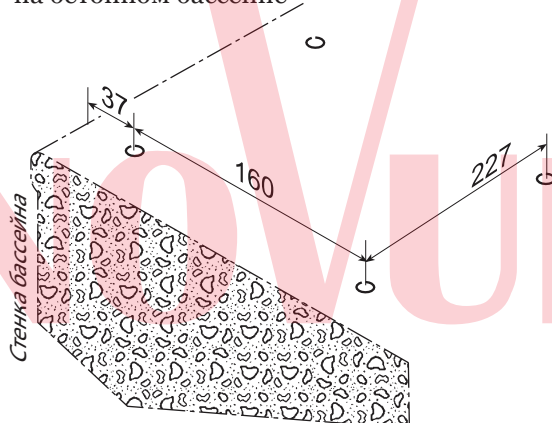

Рис.1
5.1 Выберите место установки противотока и сделайте разметку в соответствии с рис.1